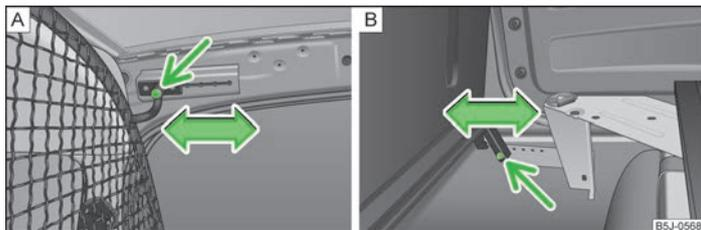

Abb. 157 Obere / untere Aufnahme der Sicherheitstrennwand
- › Auf jeder Seite im oberen Bereich der Karosserie eine Schraube » Abb. 157 - A und im unteren Bereich eine Schraube » Abb. 157 - B herauschrauben.